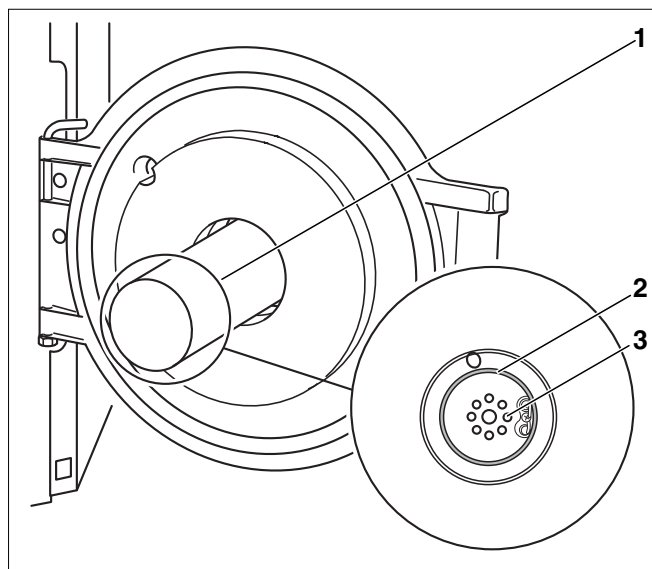

Fig. 25 Comprobación de la colocación correcta de la junta
- Controlar la posición correcta en el lado interior de la puerta de la cámara de combustión mirando a través del cañón del quemador (fig. 25, **pos. 1**).
- En caso de que el sistema de mezcla (fig. 25, **pos. 3**) y la junta (fig. 25, **pos. 2**) se encuentren en la posición correcta, se puede cerrar la puerta de la cámara de combustión y atornillamiento de los tornillos de la puerta del quemador.